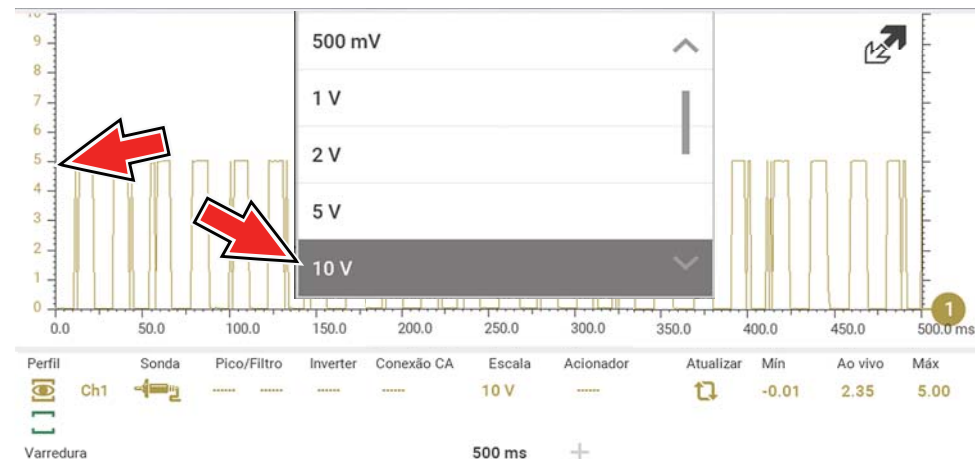

Figura 8-29
**Exemplo (Figura 8-29):** A seleção de 10 V altera a escala vertical para uma escala de volts de 10 V. A escala vertical é “sempre” dividida por dez, portanto, cada divisão é incrementada por 1 V.